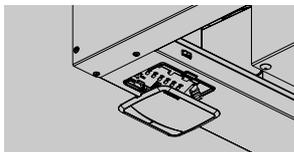

Figura 15
- Usando un destornillador de pala retire la tapa de la luz (Figura 15).